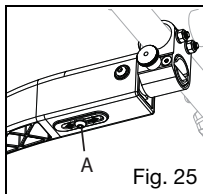

Fig. 25
2. Desserrez la vis de 6 mm située en dessous de l'ensemble (Fig. 25:A).
4. Resserrez la vis de 6 mm (Fig. 25:A). Prenez soin de ne pas trop serrer.